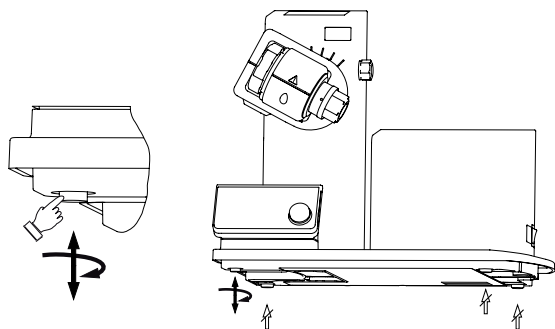

Fig. 4b
- ☞ 用手按住升降架顶部并卸下仪器背部的固定螺丝 (A)。
- ☞ 连接电源线至位置 (B) 以接通电源。
**调节底座 (Fig. 4b)**